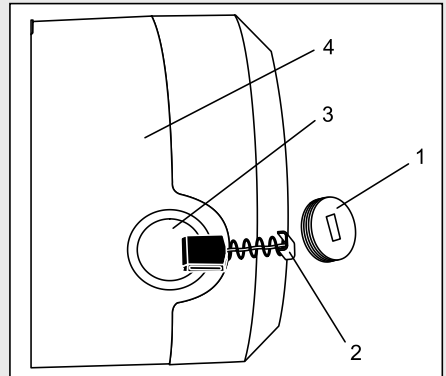

Fig. 32
1. Utilisez un tournevis à lame plate de $\frac{1}{4}$ po (ou 7 mm) et retirez un des bouchons de balai (1) (Fig. 32). Tournez le bouchon dans le sens antihoraire pour le sortir du carter de moteur.
2. Tirez l'assemblage ressort et balai (2) hors du porte-balai (3) dans le carter de moteur (4).